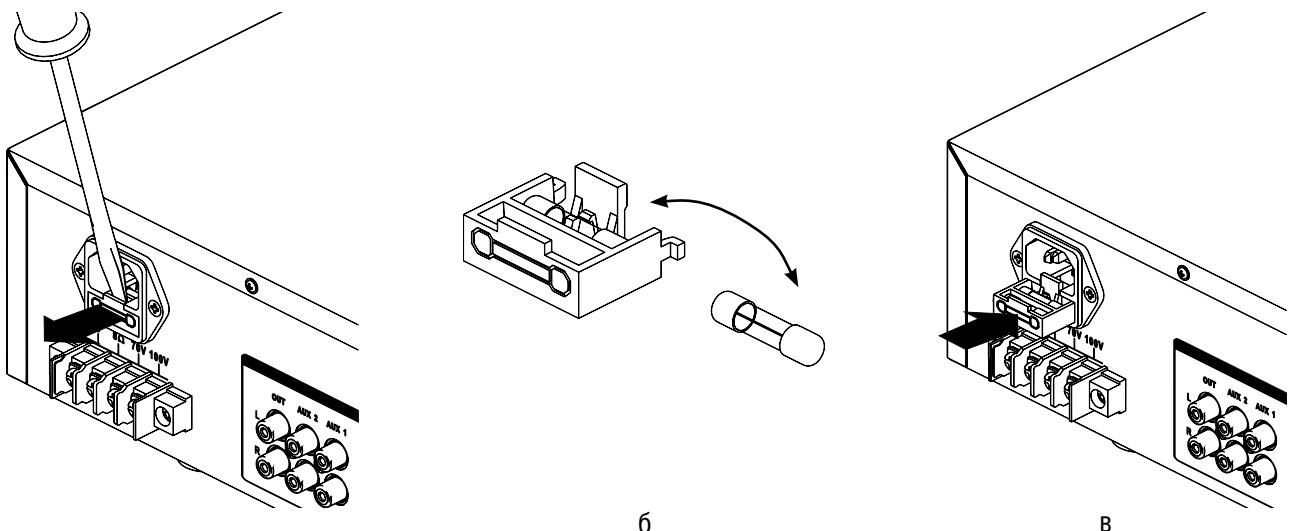

Рисунок 11.1 Порядок з мены перегоревшего предохранителя
2. Извлеките крышку предохранителя из тр нсяционного усилителя ккур тно поддев её шлицевой отвёрткой (**Рис. 11.1, а**).
3. З мените перегоревший предохранитель испр вным, предв рительно убедившись, что в крышке не ост лось посторонних предметов (**Рис. 11.1, б**).
4. До упор вст вьте крышку с испр вным предохранителем в тр нсяционный усилитель (**Рис. 11.1, в**).